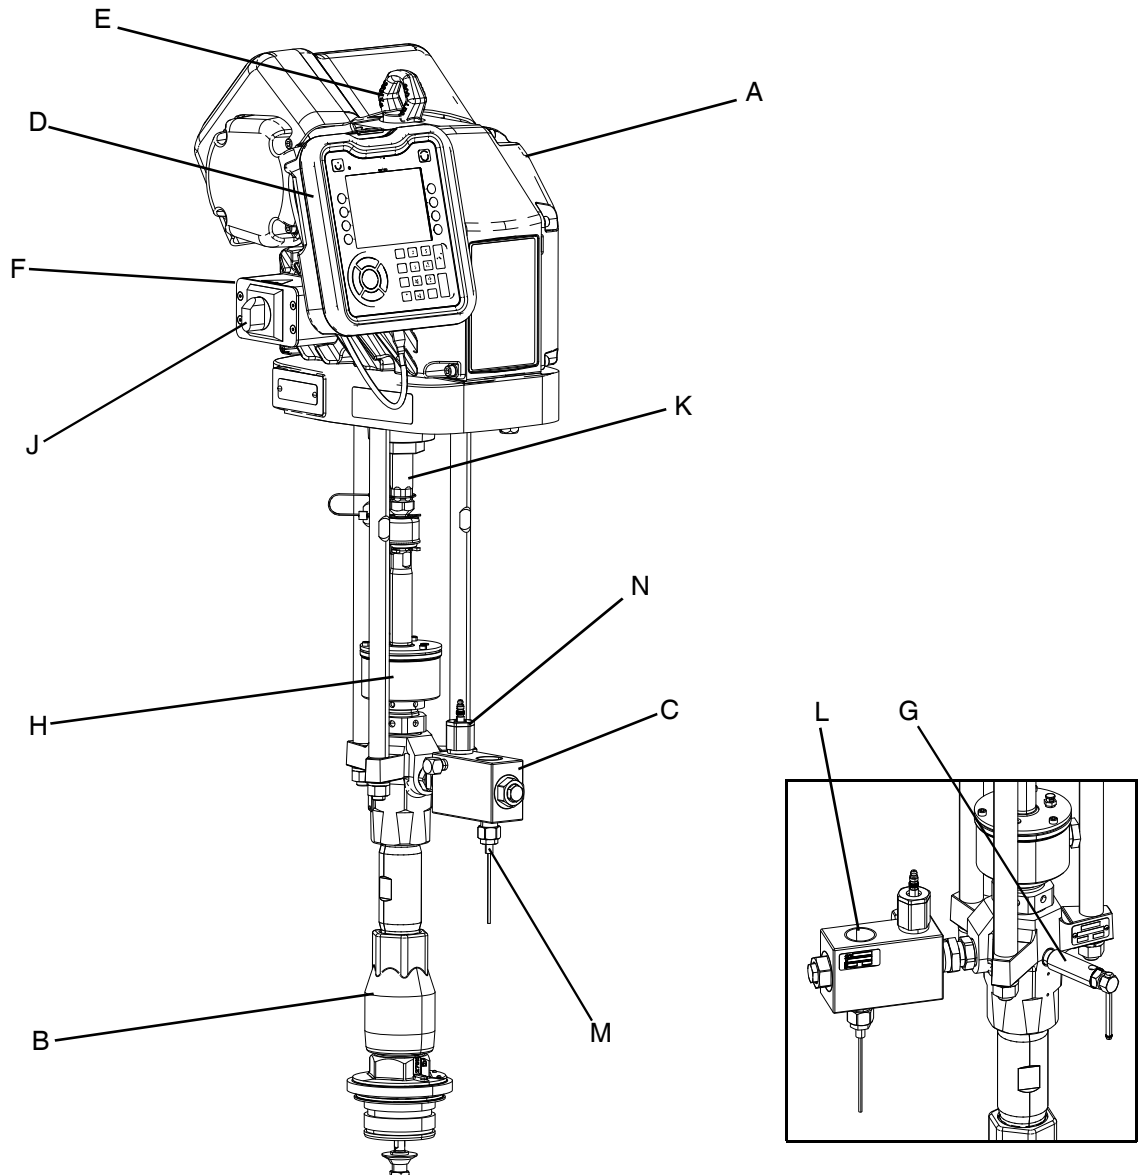

ABB. 1: E-Flo SP Komponenten
Eine Kette oder einen Haken an den dafür vorgesehenen Stellen anbringen. Gerät mit Kran oder Gabelstapler von Palette heben. Siehe Transportring (E) in **Abb. 1** auf Seite **7**.